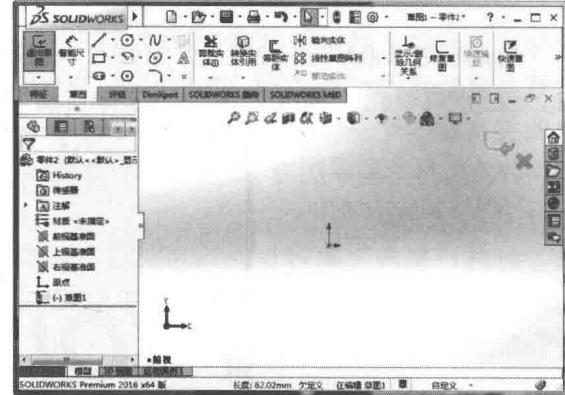

图 1-5 新零件的工作界面
②单击 **确定** 按钮，即可进入到 SolidWorks 相应的工作环境。如选择文件模板后，再单击 **确定** 按钮就可以进入到新零件的工作界面，如图 1-5 所示。